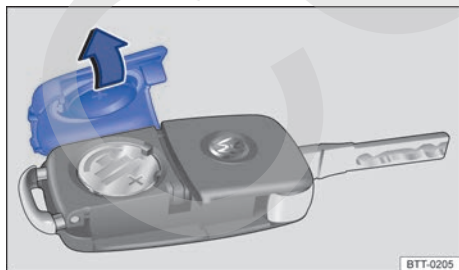

Fig. 20 Llave del vehículo con mando a distancia: abre la cubierta del alojamiento de la pila.
La pila se encuentra en el lado posterior de la llave con mando a distancia, debajo de una cubierta → **fig. 20**.
- Retire la cubierta en el lado posterior de la llave → **fig. 20** en el sentido de la flecha → ①.
- Coloque la cubierta según lo indicado → **fig. 20** y presione en el sentido contrario al de la flecha sobre la carcasa de la llave del vehículo hasta encajarla.